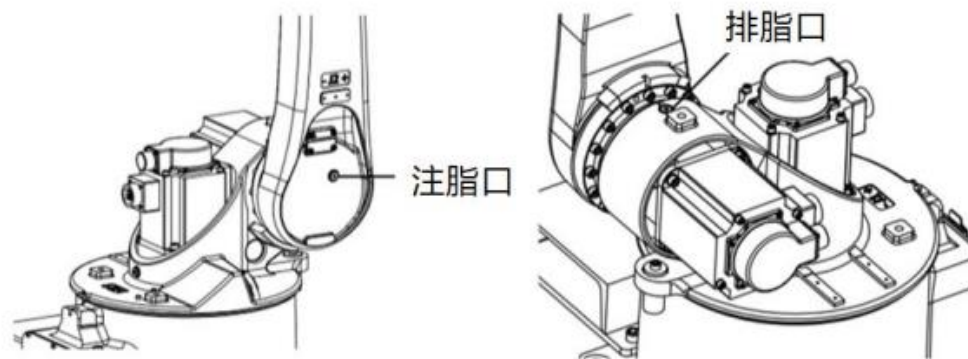

图 11-9 更换 J1 轴减速器润滑脂
- 步骤4. 拆下排脂口密封螺塞和密封垫圈，如图 11-9 所示。